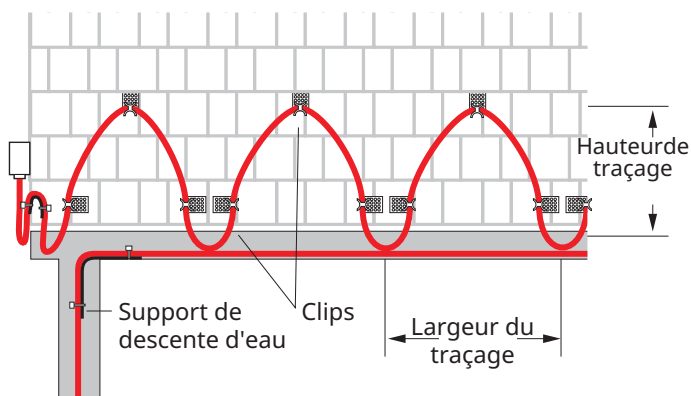
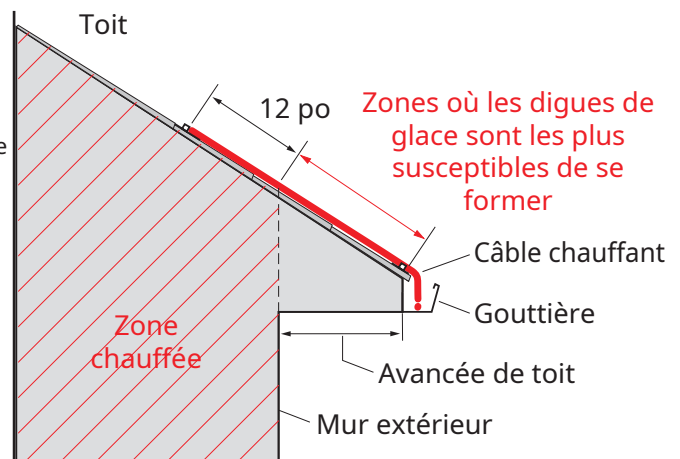

Figure 1 Vue avant du toit avec système WinterGard Wet
Figure 2 Vue latérale du système WinterGard Wet
La Figure 1 et la Figure 2 ci-dessous illustrent plusieurs expressions/termes importants :
- Acheminez le câble chauffant sur le toit jusqu'à ce qu'il soit à environ 12 pouces au-delà du mur extérieur dans la zone chauffante (voir Figure 2 à la page 7).
- Ajoutez six (6) pouces de câble chauffant pour chaque pied de rebord de toit afin de prolonger le câble chauffant sur le toit jusqu'au bas de ce dernier de façon à rejoindre la section de câble chauffant se trouvant dans la gouttière. Cela permettra de s'assurer d'avoir une voie continue permettant l'écoulement de l'eau de fonte. Fixez les câbles chauffants à l'aide d'attaches résistant aux UV.
- Pour les gouttières de plus de quatre (4) pouces de profondeur, un câble supplémentaire est requis. Communiquez avec Chemelex au 800 545-6258.
¹ Reportez-vous à la Figure 2.
² Reportez-vous à la Figure 1.
- Acheminez le câble chauffant sur le joint jusqu'à ce qu'il soit à environ 12 pouces au-delà du mur extérieur et au-dessus de la zone chauffante (voir Figure 2 à la page 7).